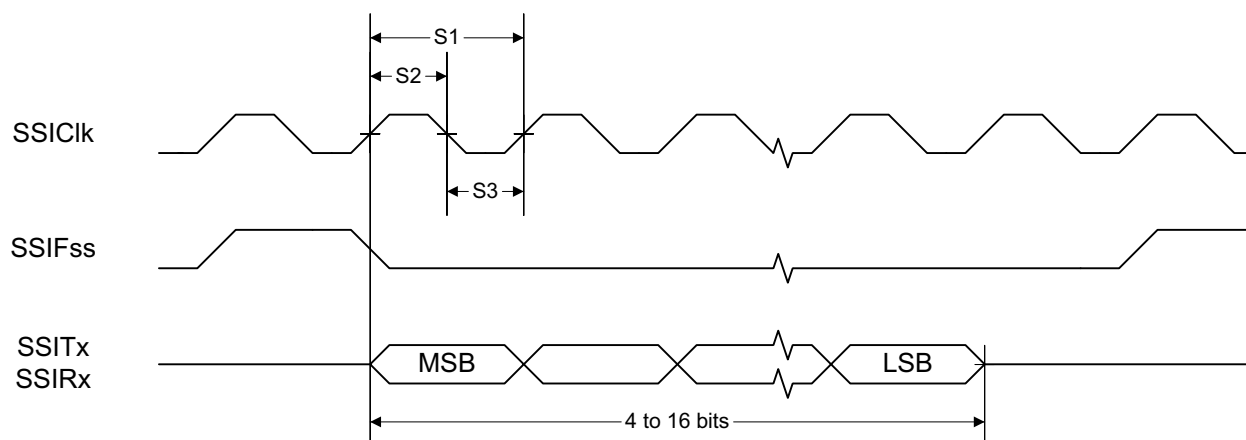
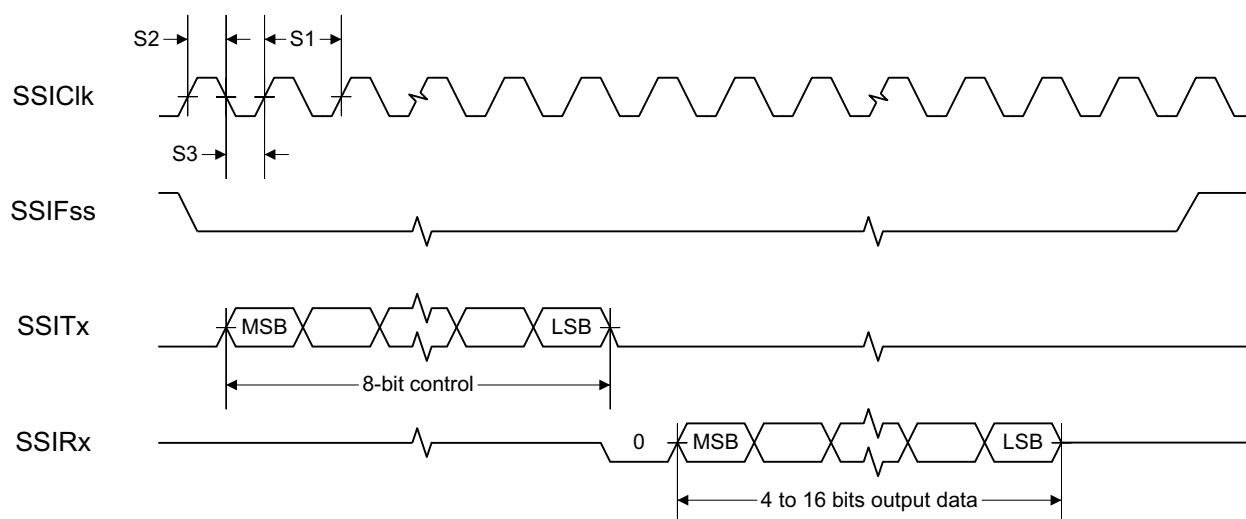
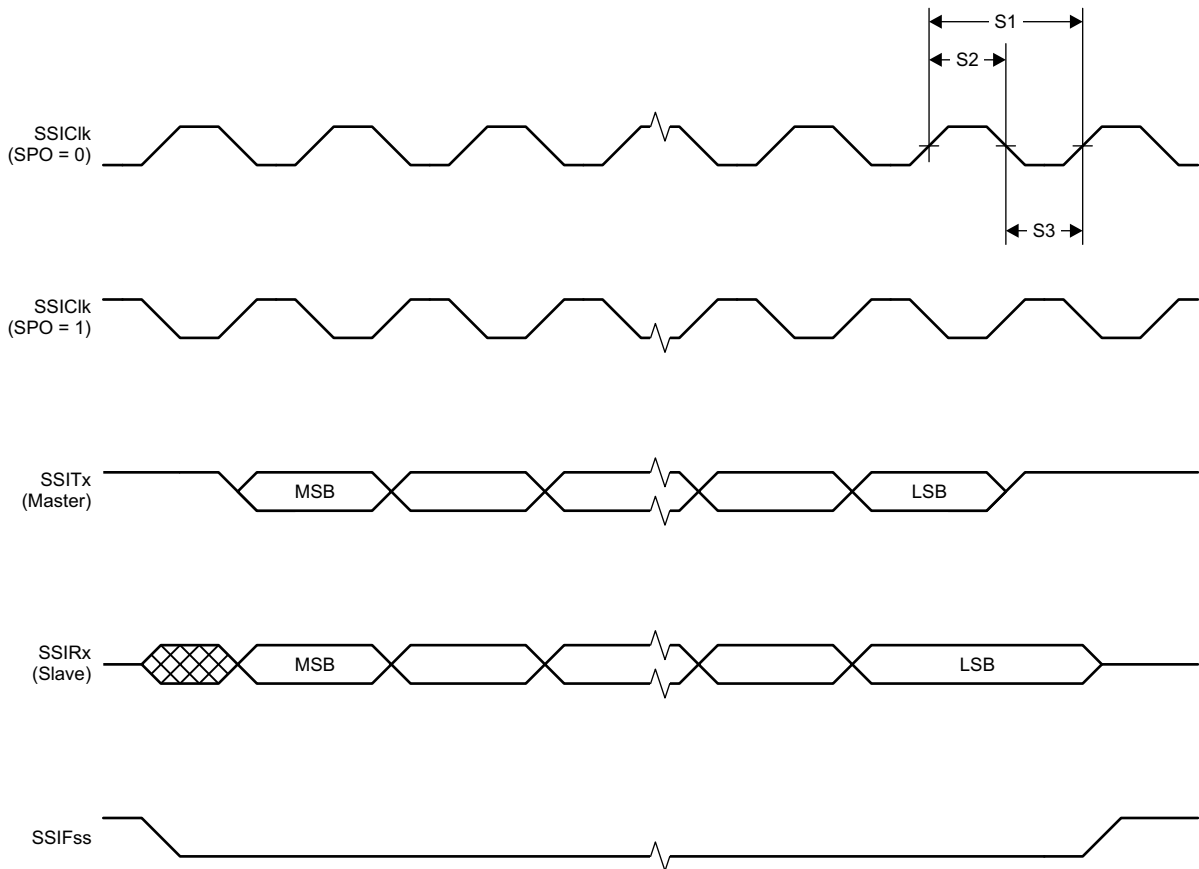

图 8-1. TI 帧格式 (FRF = 01) 的 SSI 时序，单次传输时序测量
图 8-2. MICROWIRE 帧格式 (FRF = 10) 的 SSI 时序，单次传输
图 8-3. SPI 帧格式 (FRF = 00) 的 SSI 时序，SPH = 1
- (1) 请参阅 SSI 时序图：图 8-1、图 8-2 和图 8-3。
(2) 使用 TI 提供的电源驱动程序时，SSI 系统时钟始终为 48MHz。